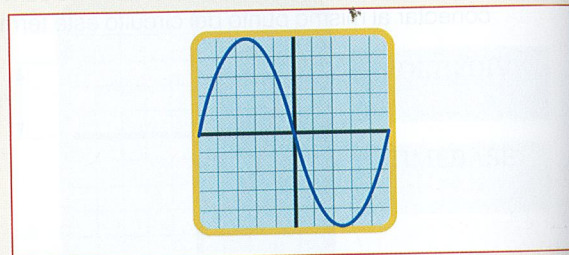

Figura 12.31.
- 12.11.** Al medir con un osciloscopio una tensión alterna, obtenemos la señal que se indica en la Figura 12.31. Estando el atenuador vertical en 10 V/div y la base de tiempos en 5 ms/div, determina el valor máximo, el valor eficaz, el periodo, la frecuencia y el valor instantáneo a los 5 ms.